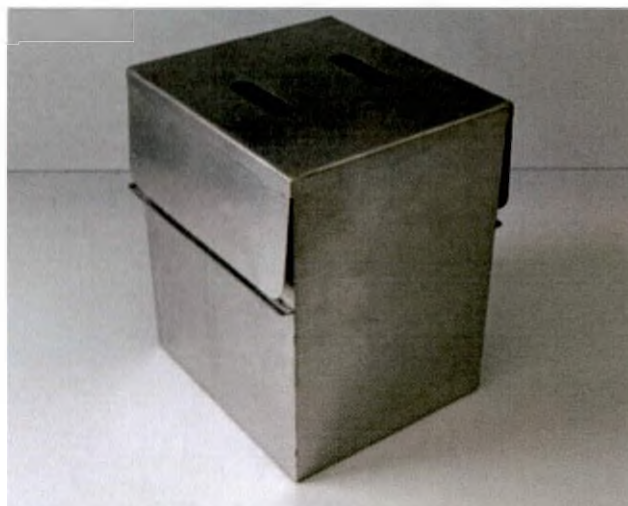

Рис. 17. Модуль сброса отработанных наконечников.
5.5.12. **Модуль сброса отработанных наконечников** (Рис. 17) представляет собой контейнер со съемной крышкой с отверстиями, через которые **дозирующий модуль** производит сброс наконечников внутрь контейнера. Перед началом работы внутрь контейнера следует поместить пластиковый пакет для отходов класса «Б» не менее 500мм x 700 мм и закрыть контейнер крышкой.